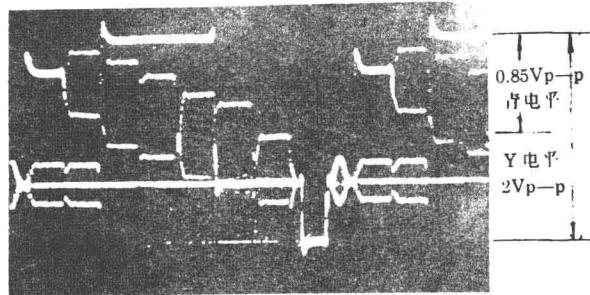

图 5 PAL 重放电平
6. PAL 重放电平及青色电平的调整: 调整不当, 亮度电平过大、过小, 在重放时, 图象亮度就会偏亮和偏暗。而青色电平调整不当时, 会使图象颜色发生偏色。正确的调整方法是从 LINE IN 输入 PAL 彩条信号, 测试点 LINE OUT 接示波器, 工作状态自录自放。调整 VR306, 使重放 Y 电平为 2.0 ± 0.4 V_{p-p}, 青色电平为 1.1 ± 0.5 V_{p-p}(测试点接 75Ω 负载时 Y 电平为 1.0 ± 0.2 V_{p-p}, 青色电平为 0.55 ± 0.25 V_{p-p})见图 5 所示。